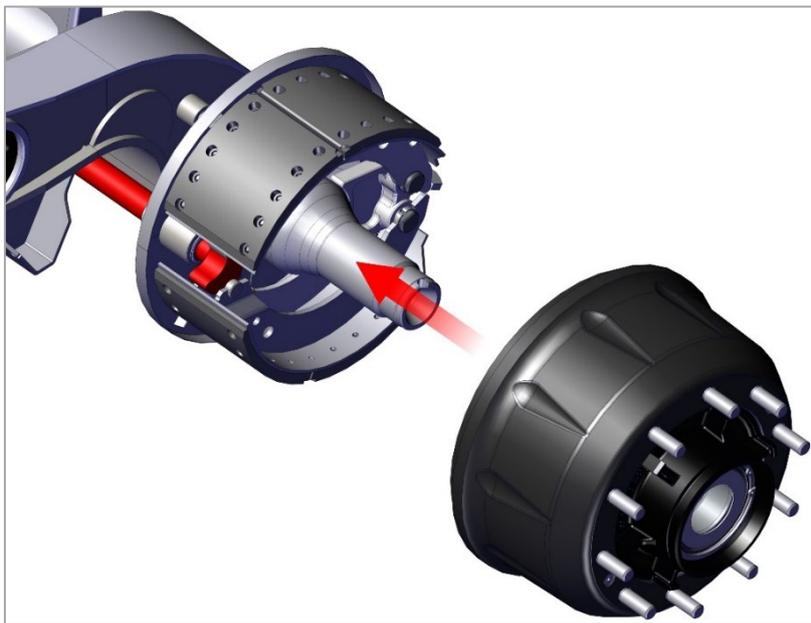

Рис. 24. Монтаж тормозного барабана.
1) Если ступица и барабан были сняты с оси, то выполняйте монтаж компонентов в порядке, обратном порядку снятия (рис. 24).